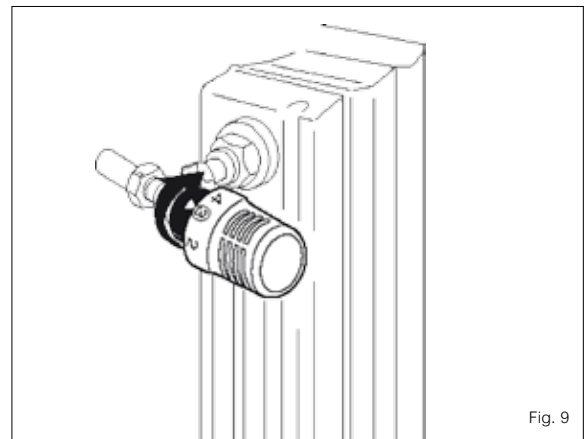

Fig. 9
- 4) Avvitare manualmente la ghiera nichelata fino a battuta (**Fig. 9**).